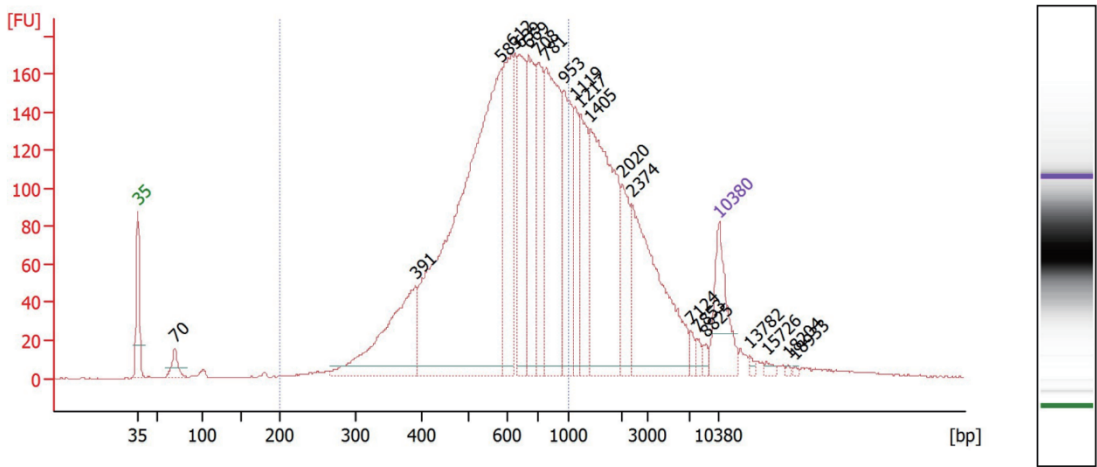

图1 该组合产品正常情况下的文库片段分布
- (1) 检查 所用试剂盒是否过期；
- (2) 检查 是否按说明书要求进行规范操作；
- (3) 检查 Fast PCR-FREE 文库的浓度和片段分布是否正常,图 1 为 Fast PCR-FREE 文库正常的片段分布。